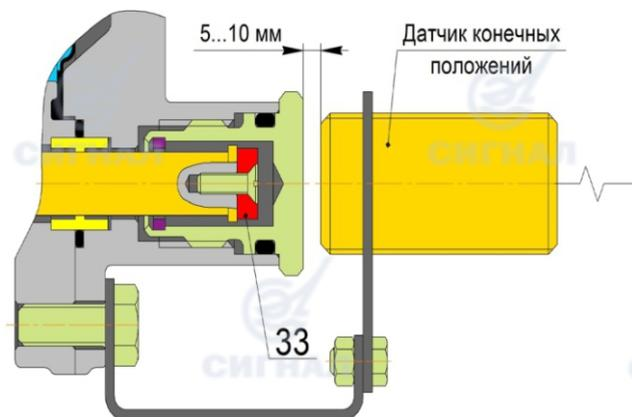

Рисунок 3А
Конструкция регулятора предусматривает возможность его встраивания в системы автоматизированного сбора данных (системы телеметрии) и съём показаний параметра «Контроль срабатывания ПЗК». Для подключения датчика конечных положений и контроля положения подвижных элементов предохранительного запорного клапана ПЗК, на штоке ПЗК закреплён магнит 33 (рисунок 3А).
- 3) Произвести монтаж трубопровода (см. рисунок 3Б).